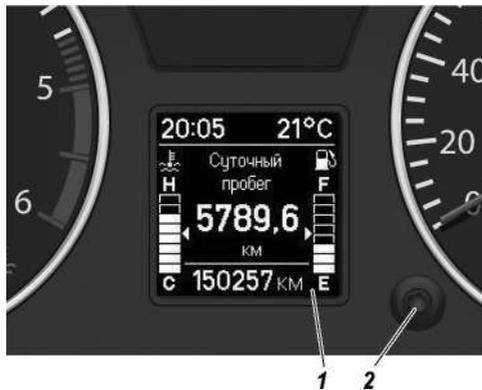

Рис. 3.6. Управление маршрутным компьютером на комбинации приборов:
Информация маршрутного компьютера высвечивается на жидкокристаллическом дисплее 1 комбинации приборов (рис. 3.6).
Выбор режимов маршрутного компьютера осуществляется поворотом переключателя 2 (рис. 3.6) в комбинации приборов либо кольца 2 (рис. 3.7) на левом подрулевом переключателе.
Средняя строка отображает переменные данные, настройка значений которых осуществляется поворотом по часовой стрелке или против часовой стрелки переключателя 2 (рис. 3.6) или кольца 2 «TRIP» (рис. 3.7).
- суточный пробег автомобиля. Сброс показаний счетчика суточного пробега производится продолжительным (более 2 с) нажатием на кнопку 2 (рис. 3.6) или 1 «OK/Reset» (рис. 3.7);